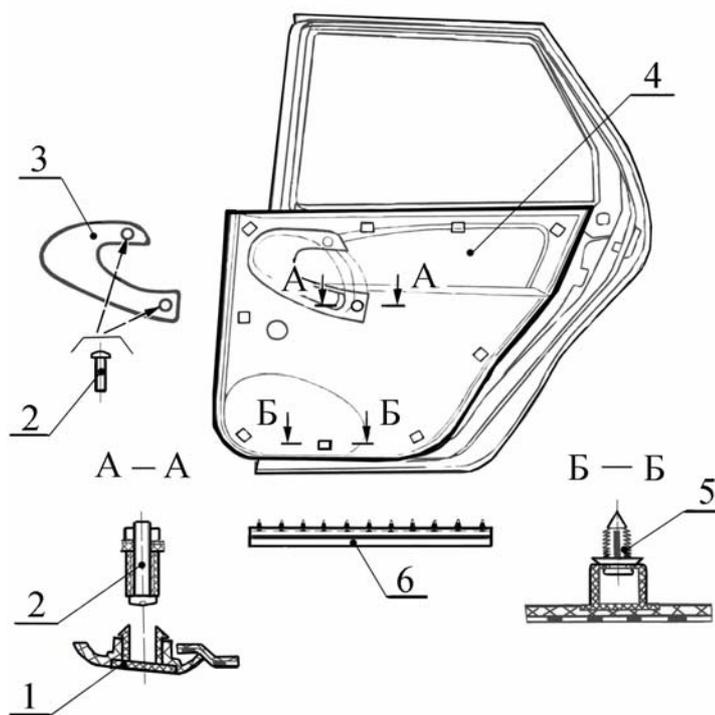

Рис.7. Обивка двери:
- 4.2 Снять заглушки 1, рис.7, с винтов крепления ручки обивки 3 (отвертка плоская).
- 4.5 Отвернуть два винта 2, рис.7, крепления ручки 3 обивки, снять ручку обивки (отвертка крестообразная).
- 4.7 Снять обивку 4, рис.7, задней двери, преодолевая сопротивление пластмассовых кнопок 5 (отвертка плоская).
| | | Подпись | <p>4.29 Отвернуть два болта 15 крепления ограничителя задней двери и отсоединить ограничитель 16 (ключ гаечный 10).</p> <p>4.30 Снять с нижней кромки задней двери уплотнитель порога 6, рис.7, (отвертка плоская).</p> <p>4.31 Вывернуть оси петель задней двери, снять дверь. Операцию выполнять с помощником (головка TORX T40, головка сменная 10, вороток).</p> <p>4.32 Установку узлов и деталей производить в порядке, обратном снятию, при этом:</p> <ul style="list-style-type: none"> - узлы и детали арматуры двери должны быть закреплены на все точки крепления, предусмотренные конструкцией; - смазать трущиеся части стеклоподъемника, поверхности скольжения в замке двери, ограничителе открывания двери и шарнирах тяг (смазка ЦИАТИМ- 201, норма расхода - 5 грамм); - перед установкой обивки подсоединить клемму "минус" к аккумуляторной батарее, проверить и, при необходимости, отрегулировать работу замка двери и стеклоподъемника, поднять опускное стекло вверх. | | | |